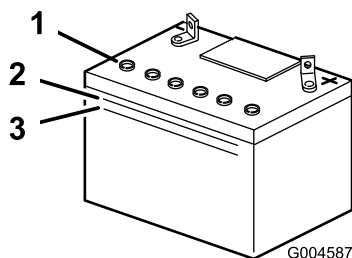

Figura 29
2. Guardate il lato della batteria. L'elettrolito deve raggiungere la linea superiore (Figura 29).
Nota: Non lasciate scendere l'elettrolito sotto la linea inferiore (Figura 29).
3. Togliete i tappi di sfogo dalla batteria (Figura 29).
4. Aggiungete lentamente acqua distillata in ogni elemento della batteria finché l'elettrolito non raggiunge la linea superiore (Figura 29) sulla cassetta della batteria.
5. Attendete cinque o dieci minuti dopo avere riempito gli elementi della batteria. All'occorrenza, aggiungete dell'acqua distillata finché l'elettrolito non raggiunge la linea superiore (Figura 29) sulla cassetta della batteria.